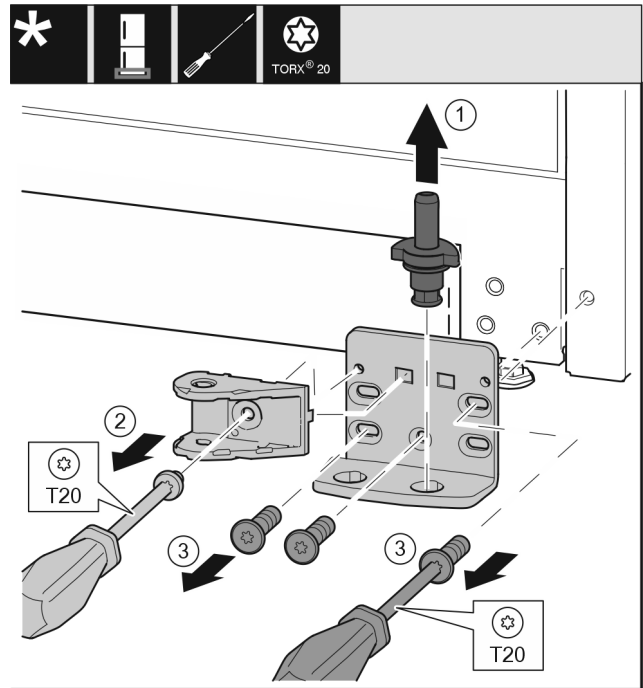

Fig. 41
- ▶ 将轴承螺栓 Fig. 41 (1) 完全向上拉出。
- ▶ 将螺钉 Fig. 41 (2) 用螺丝刀旋开并取下关门阻尼器连接装置。
- ▶ 将螺钉 Fig. 41 (3) 用螺丝刀旋开并取下托架。